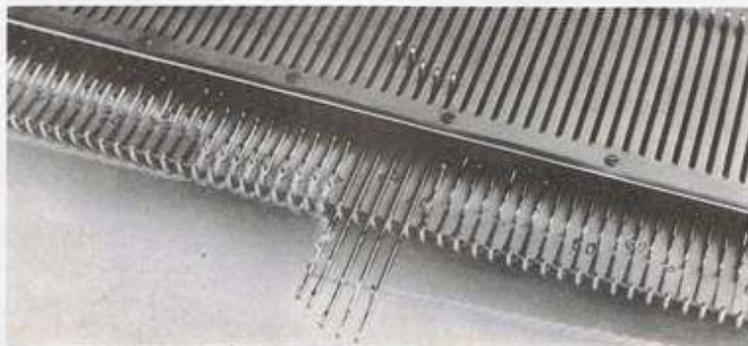

Fig. 37
Chariot à droite : avancer les aiguilles clapets ouverts en position « F ». Enrouler la laine autour de chaque aiguille dans le sens contraire des aiguilles d'une montre, **une première fois derrière le clapet**, une seconde fois sur la même aiguille sur le clapet et ramener l'aiguille en position « B » (une maille s'est formée) (fig. 37). Mettre le cordonnet et passer le chariot. Retirer le cordonnet après 6 rangs.
a) Ourlet simple (fig. 37)